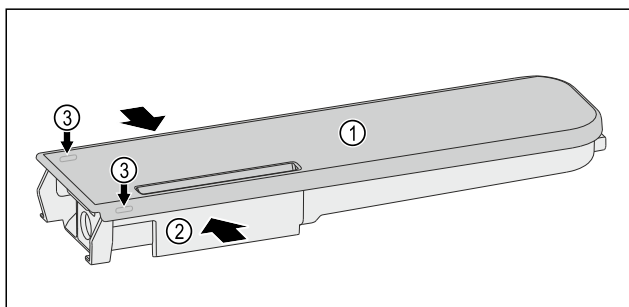

Fig. 173
- Tryck ihop vattenbehållaren Fig. 173 (2) och lyft locket Fig. 173 (1) försiktigt från fästen Fig. 173 (3) och dra upp det.
- Rör på locket Fig. 173 (1) något fram och tillbaka och ta bort det uppåt.